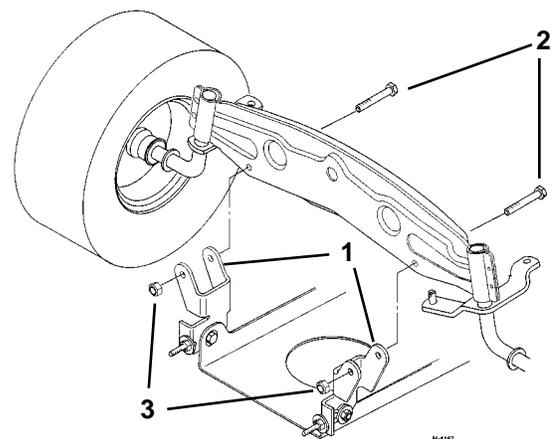

Bild 40
9. Die Schrauben und Kontermuttern entfernen und die zwei Mähwerk-Gelenkaufhängeprofile von der Vorderachse nach unten abziehen (Bild 40).